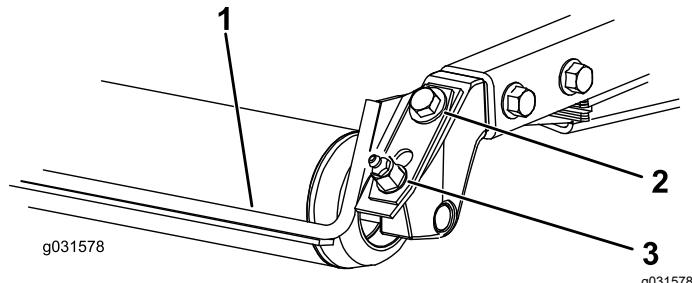

Figura 20
1. Afloje el engrasador y el tornillo de montaje (Figura 20).